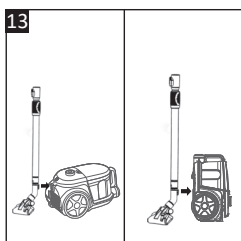

Rys. 12
Włosie szczotki do podłóg (18) można regulować w zależności od rodzaju odkurzonej podłogi (**Rys. 12**).
- Naciśnij przycisk  na przełączniku szczotki do podłóg (17), aby wysunąć włosie szczotki i móc odkurzać twarde podłogi, które łatwo zarysować.
- Naciśnij przycisk  na przełączniku szczotki do podłóg (17), aby schować włosie szczotki i móc odkurzać dywany, chodniki lub inne twarde powierzchnie.